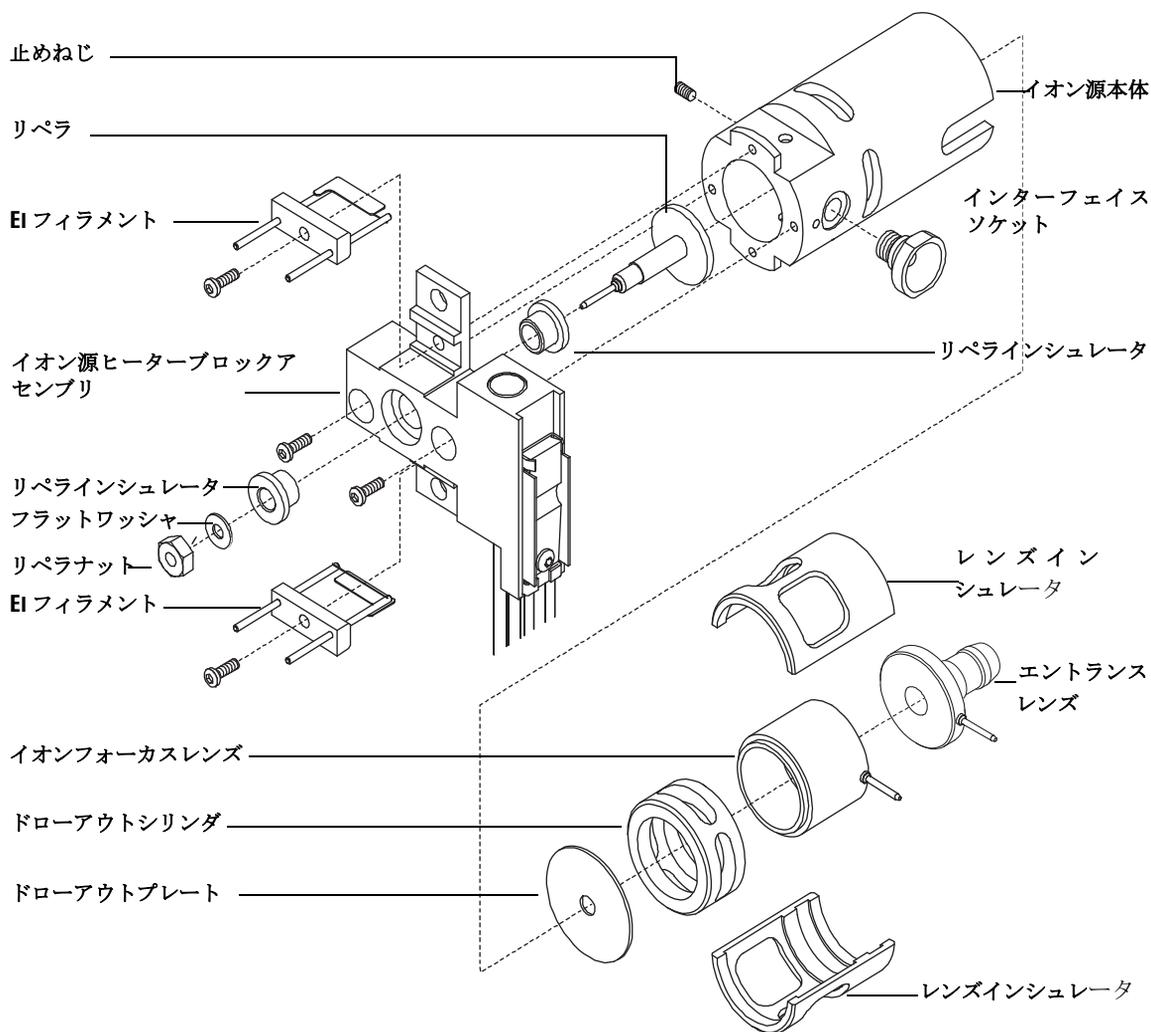

図 28 標準または不活性 EI イオン源を分解するには
- a リペラブロックインサートをイオン源ヒーターブロックアセンブリに取り付けます。150 ページの 図 28 を参照してください。
- 2 ドローアウトプレートとドローアウトシリンダをイオン源本体に差し込みます。150 ページの 図 28 を参照してください。